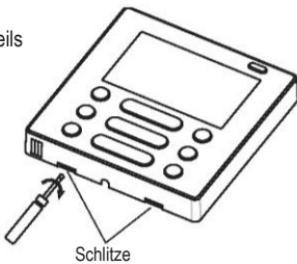

Abb. 3-4
- Stecken Sie einen Schlitzschraubendreher in die Schlitze des unteren Teils des kabelgebundenen Bedienteils (2 Stellen) und entfernen Sie den oberen Teil des Bedienteils. (Abb.3-4)